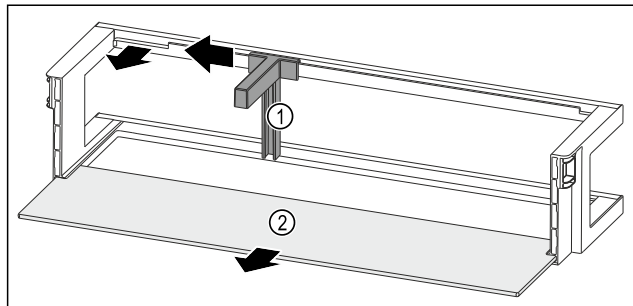

Fig. 49 Рафт на врата с преграда за бутилки и рафт
- ▶ Плъзнете преградата за бутилки Fig. 49 (1) настрани до прореза.
- ▶ Сваляте преградата за бутилки Fig. 49 (1).
- ▶ Сваляте рафта Fig. 49 (2).